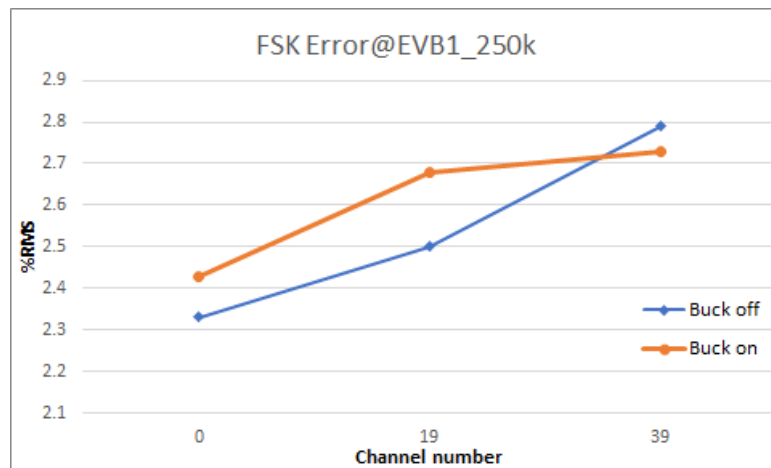

图 14. FSK 误差 @ 250 kbit/s
- 图 14 显示了 GFSK 数据速率为 250 kbit/s 时的 FSK 误差。